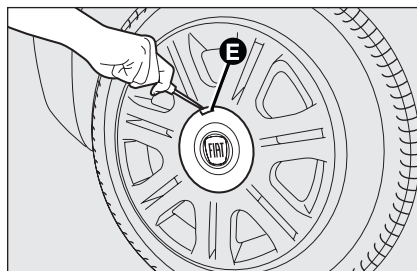

fig. 12
- ☐ para coches con llantas de aleación, quitar el embellecedor usando un destornillador haciendo palanca en el canal correspondiente **E-fig. 12**, como se indica en la figura;